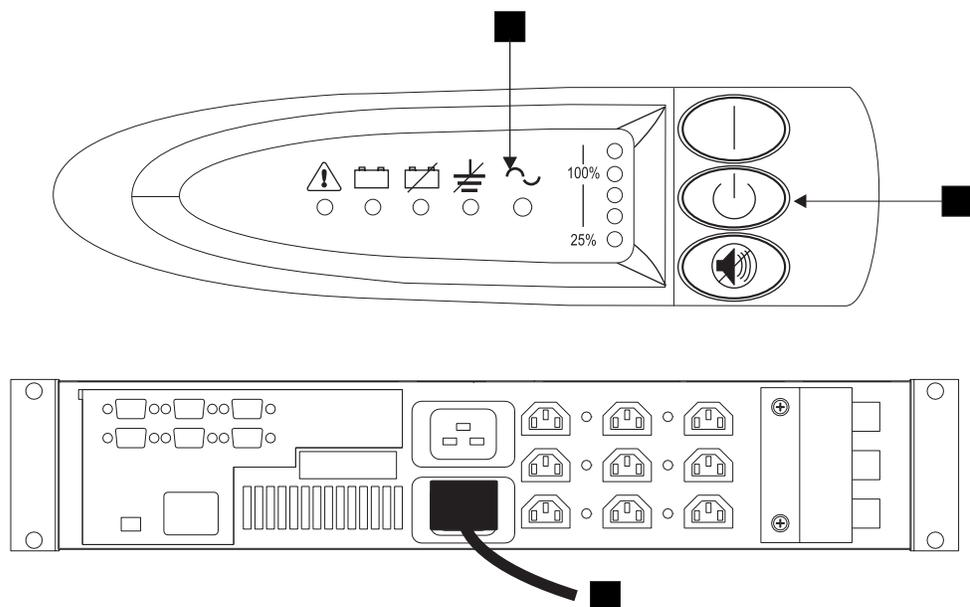

图 83. 从不间断电源上拔下电源线
2. 请参阅图 83。以获得有关不间断电源前视图和后视图的插图。